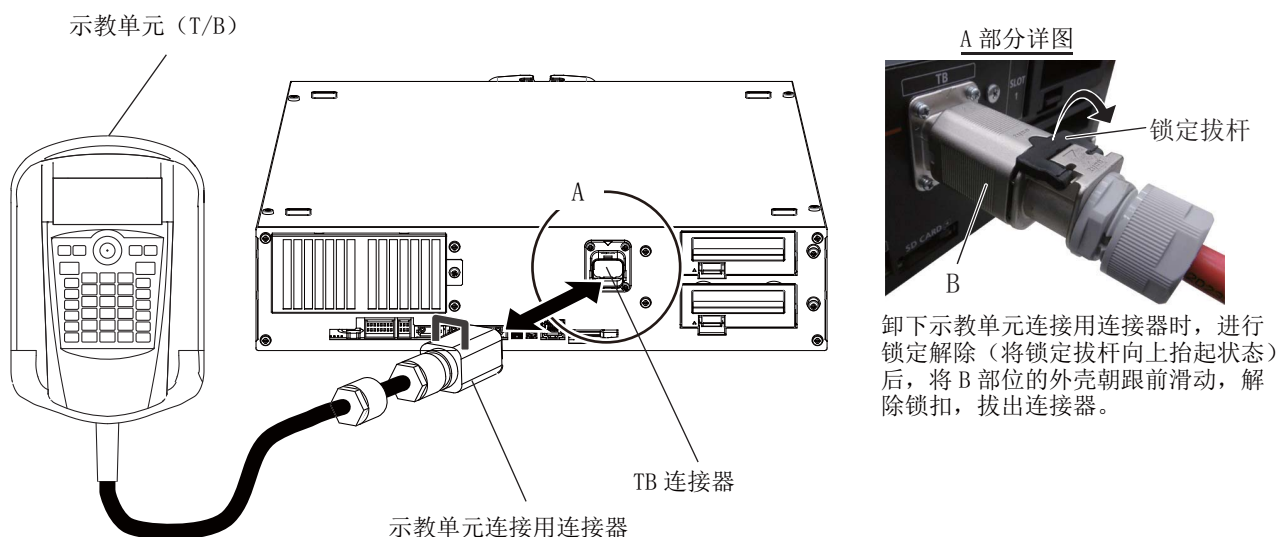

图 4-2：示教单元的拆装
- 2) 参照图 4-2，将示教单元的连接器和控制器的示教单元连接器相连接。
- 2) 参照图 4-2，将连接器上部的锁定压杆向上拉起，握住连接器本身将其拔出。
- 2) 从 1) 开始 5 秒内拉出示教单元连接器。参照图 4-2，将连接器上部的锁定压杆向上拉起，握住连接器本身将其拔出。